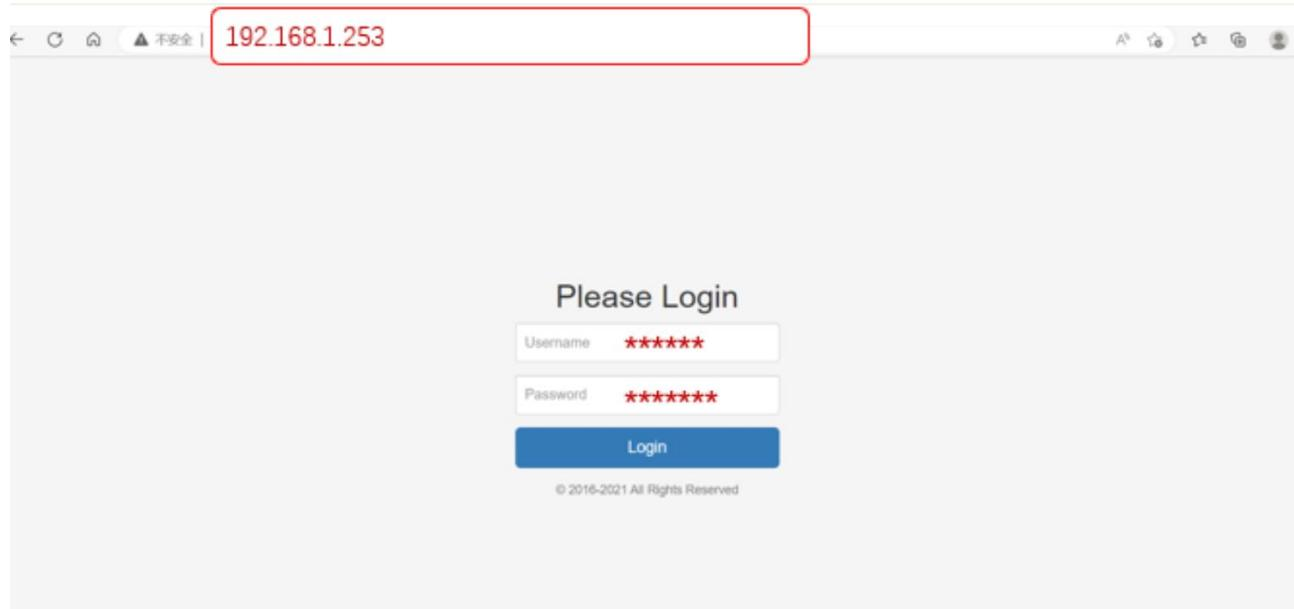

Рисунок 14.
**Шаг 7.** На странице входа в систему введите имя пользователя и пароль, затем нажмите **Login**, см. Рисунок 14. Имя пользователя: **root** Пароль: **root@123456**